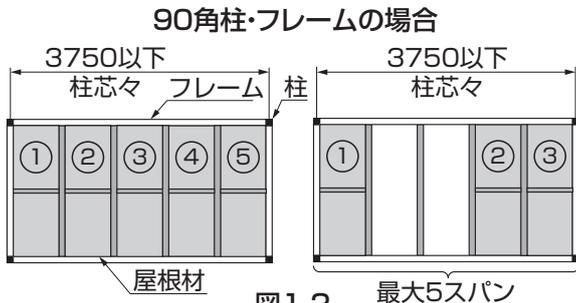
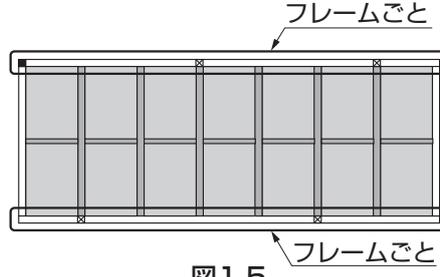

図1-2
図1-5
## 1-4 柱の設置について ※図1-2～図1-5はダブルの説明図ですがシングルも同様です。
- 間柱に載せられる屋根材は最大5スパン(150フレームは6スパン)です。(図1-2、1-3参照)
- 屋根材枚数が5スパン(150フレームは6スパン)以下であれば連続性は自由です。(図1-2、1-3参照)
- 以上のルールがフレーム一列ごとに適応するようにしてください。(図1-5参照)